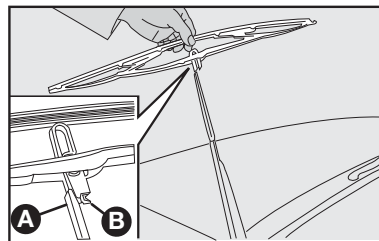

fig. 26
### Substituição das palhetas do limpador do para-brisa – fig. 26
- 2) Tirar a palheta apertando a trava **B** – fig. 26 na haste **A** e simultaneamente empurrando-a para baixo, a seguir, desengatar a palheta da haste **A**.